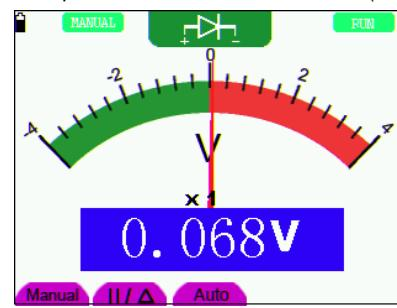

Рисунок 28. Проверка диода
- Подсоедините красный и черный измерительные провода к обследуемому диоду, и результат измерения падения напряжения на диоде отобразится на дисплее в вольтах (см. рисунок 28).